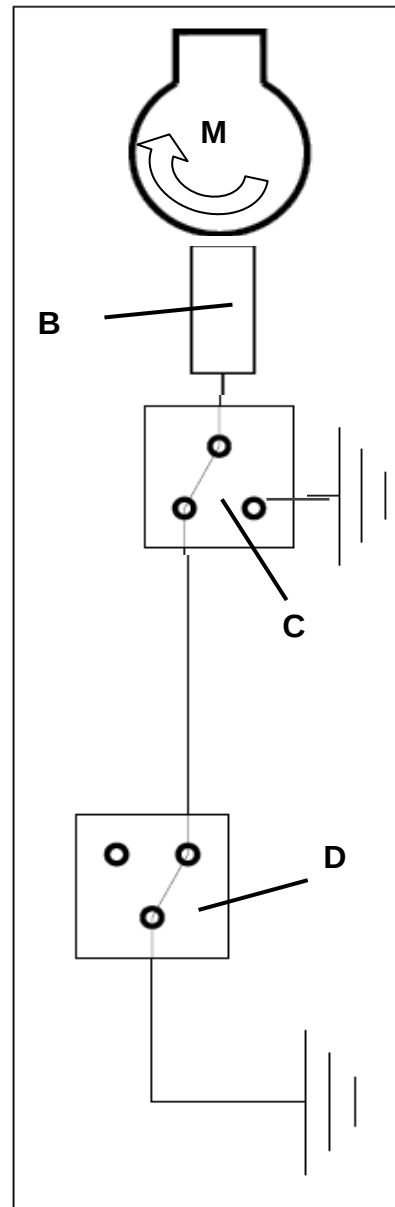

fig.14/33
14.7 Installation électrique**14.7.1 Schéma électrique (fig.14/33)**
14.7 Instalación eléctrica**14.7.1 Esquema eléctrico (fig.14/33)**
14.7 Elektrische Anlage**14.7.1 Elektrische Schema (Abb.14/33)**